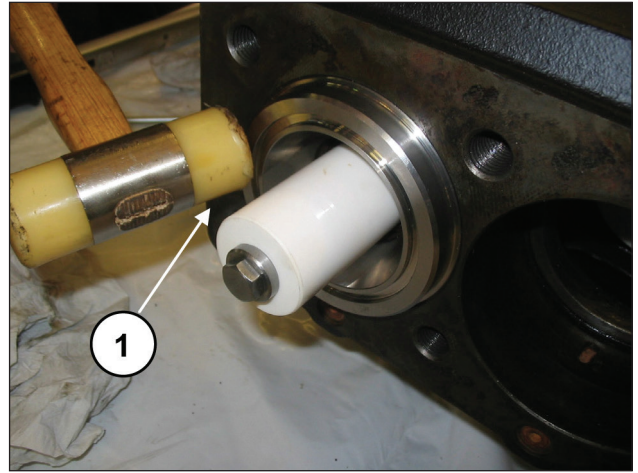
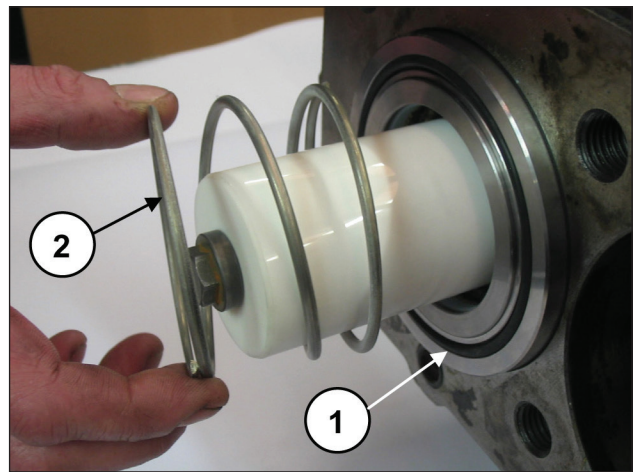

图186
图187
确保缸套/支撑单元正确定位在底座底部（部件号①, 图186）；现在安装缸套正面的O形圈和弹簧（部件号②②, 图187）。